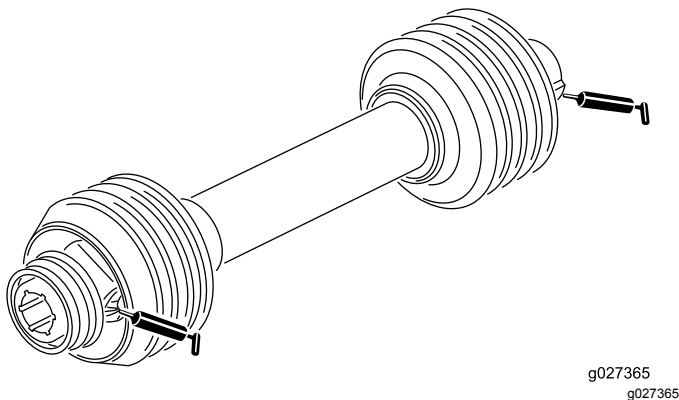

Bild 10
2. Fetten Sie die Schmiernippel an den Lagern der Lüfterwelle mit Nr. 2 Schmiermittel auf Lithiumbasis ein, wie in **Bild 10** abgebildet.
Fetten Sie die zwei Schmiernippel an der Antriebswelle mit Nr. 2 Schmiermittel auf Lithiumbasis ein, wie in **Bild 10** abgebildet.